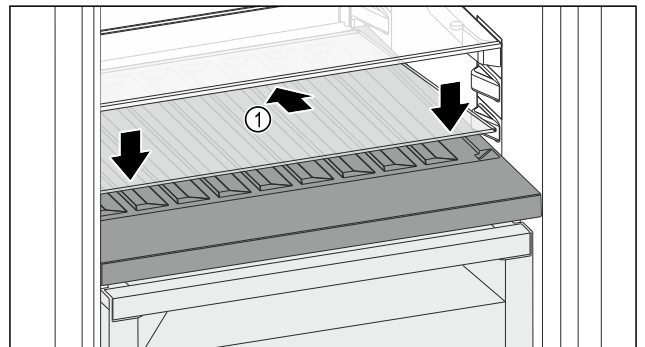

Fig. 207
- ▶ Posizionare il ripiano di vetro Fig. 207 (1) inclinato indietro e verso il basso.
- ▶ Abbassare la parte anteriore del ripiano di vetro Fig. 207 (1).